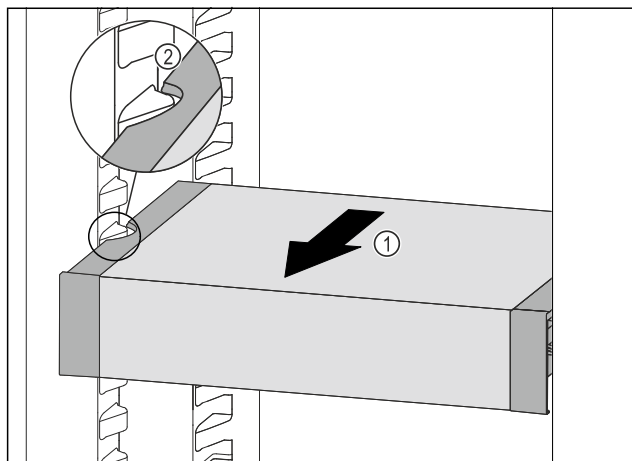

Fig. 72
- Тяните VarioSafe вперед Fig. 72 (1), пока боковые выемки VarioSafe не окажутся на высоте выступа резервуара в холодильном отделении. Fig. 72 (2)